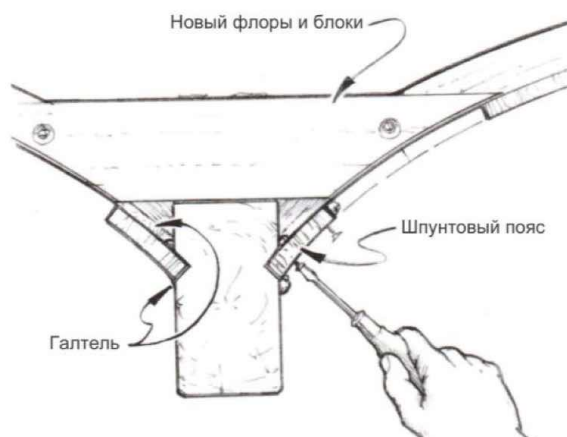

Рисунок 4-12 Приклейте шпунтовый пояс на место.
5. Установите шпунтовый пояс с помощью оригинальных болтов (*Рисунок 4-12*). Начинайте с середины, перемещаясь к краям.